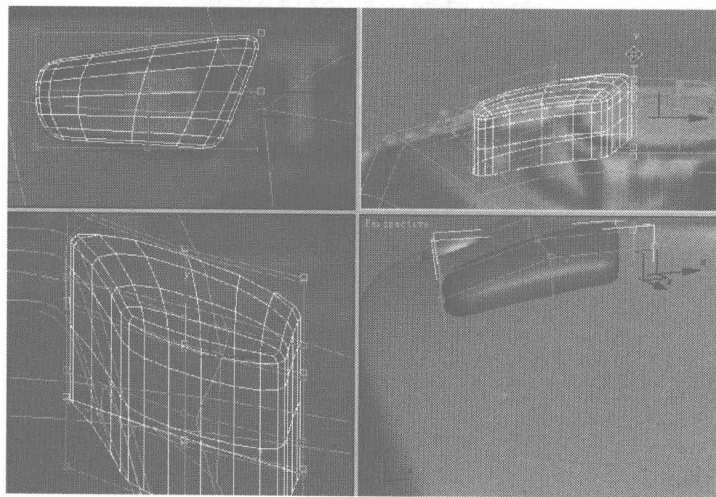

图 6.108
- 04 在 Modify 控制面板中的 Modifier List 选项中选择 FFD3×3×3 命令，对 Box 进行进一步的修改、调整，如图 6.108 所示。